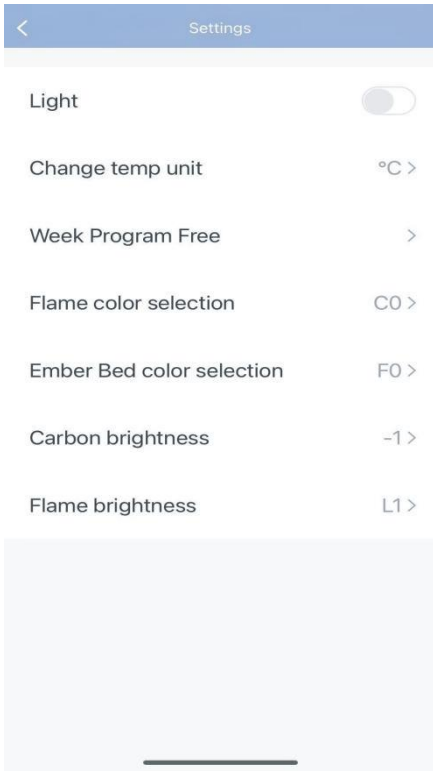

Imagen 9
4.8. Pulsa el botón de configuración para entrar en “Programa semanal libre”, “Selección de color de la llama”, “Selección de color de las brasas”, “Brillo del carbón”, “Brillo de la llama”, como se muestra en la imagen 9.